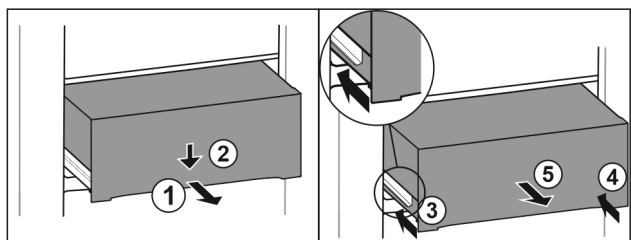

Fig. 128
- Estrarre il cassetto a metà. Fig. 128 (1)
- Premere il cassetto sul lato anteriore verso il basso. Fig. 128 (2)
- Spingere la guida sinistra di circa 2 cm verso l'interno. Fig. 128 (3)
- Spingere la guida destra di circa 2 cm verso l'interno. Fig. 128 (4)
- Rimuovere il cassetto tirandolo in avanti. Fig. 128 (5)